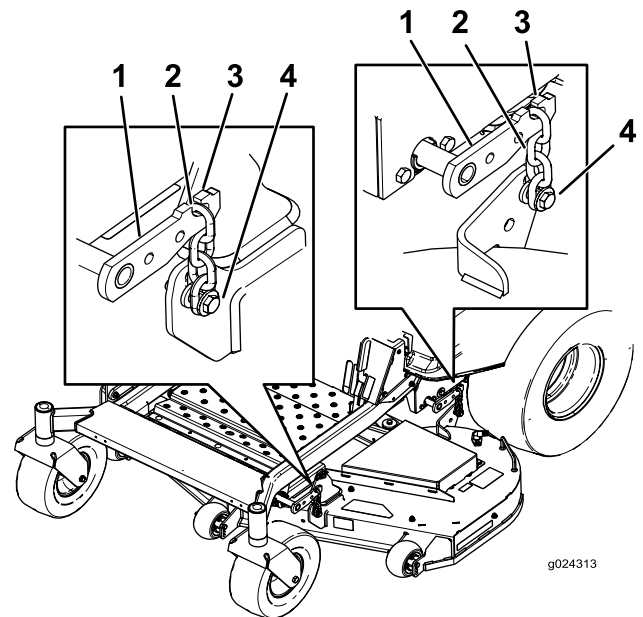

Figure 65
- Détachez les chaînes des crochets sur les bras de levage du tablier (Figure 65).
- Soulevez l'arrière du tablier de coupe et accrochez les chaînes aux bras de levage arrière (Figure 65).
- Accrochez les chaînes avant aux bras de levage avant (Figure 65).